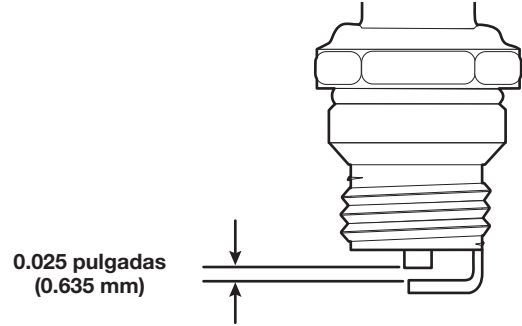

Fig. 14
4. Use un calibrador de separación para ajustar una separación de aire de **0.025 pulgadas (0.635 mm)** (Fig. 14).